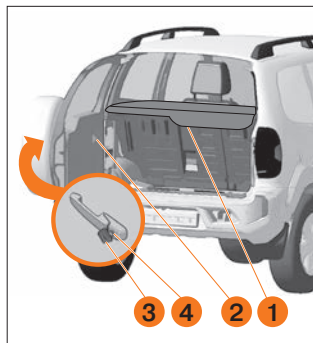

Рис. 10. Дверь багажного отделения
**Дверь багажного отделения** с боковыми петлями открывается за ручку **4** (рис. 10) и при необходимости может быть заблокирована только снаружи поворотом ключа **3** против часовой стрелки. За обивкой двери багажного отделения расположен бачок омывателя стекла двери багажного отделения, закрываемый сверху крышкой **2**. Полка **1** отделяет багажное отделение от салона.